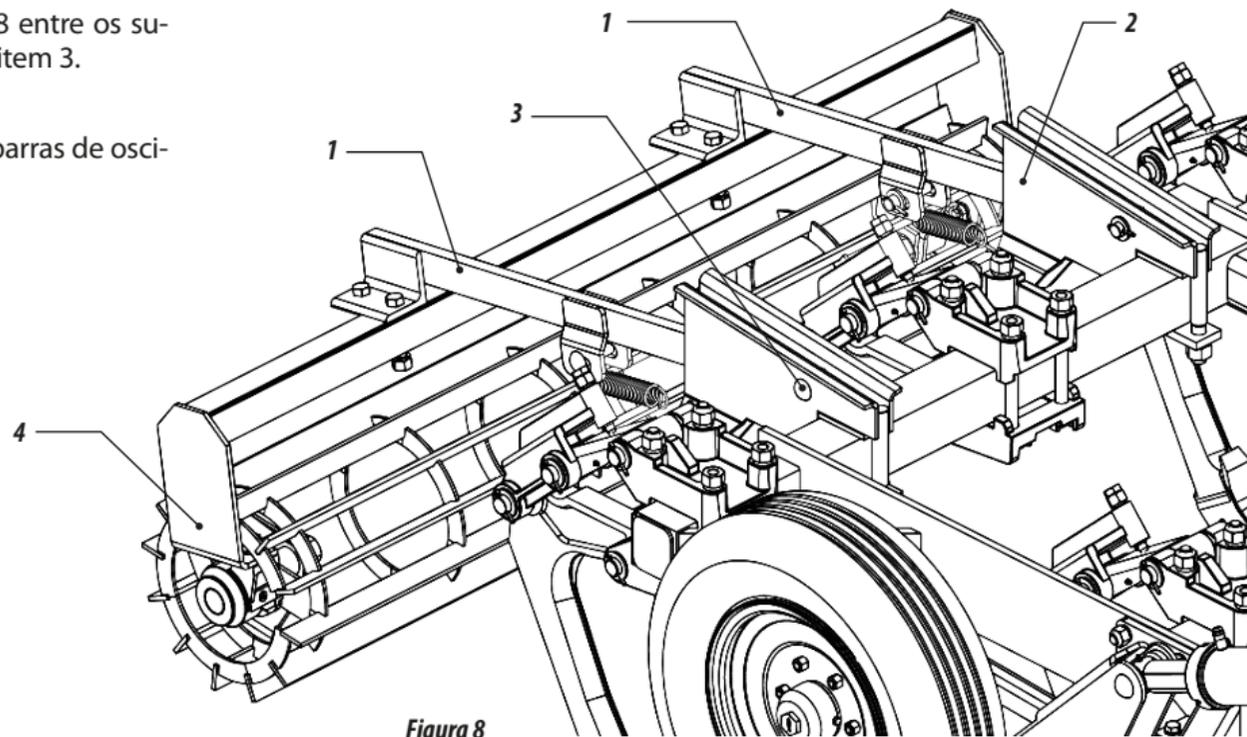

Figura 8
11 - Introduzir as barras de oscilação (1) figura 8 entre os suportes de fixação (2) e fixá-las com os pinos item 3.